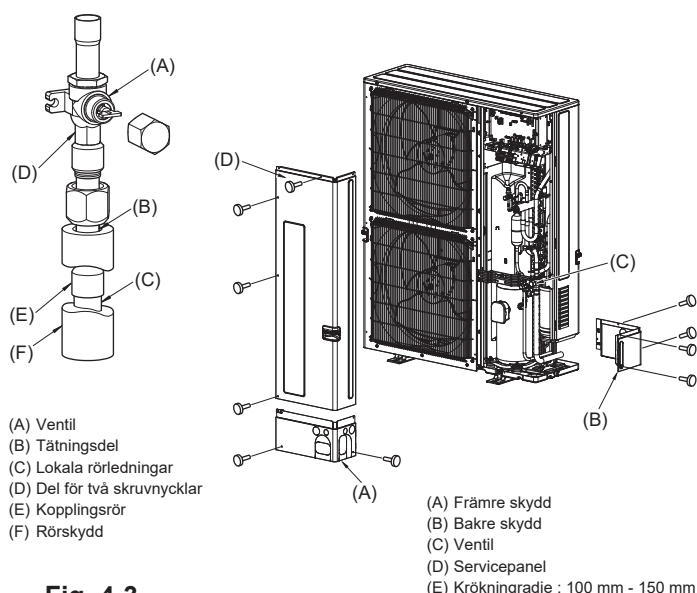

Fig. 4-3
- (3) Följ proceduren nedan när rör ansluts på gassidan. (Fig. 4-3)
- 1 Hårdlöd kopplingsrör (E) på utomhusenheten med lokalt inhandlade material för hårdlödning och de lokala rören (C) utan syre.
- 2 Anslut kopplingsröret (E) till ventilen på gassidan. Dra åt flänsmuttern med två skruvnycklar.